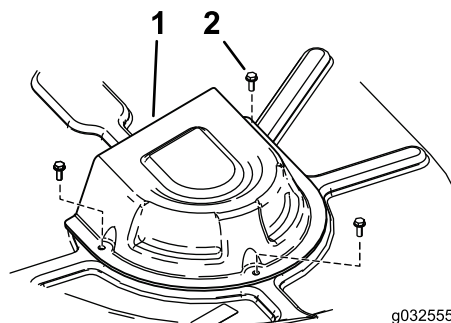

Figure 57
4. Déposez les couvercles de poulie (Figure 57).